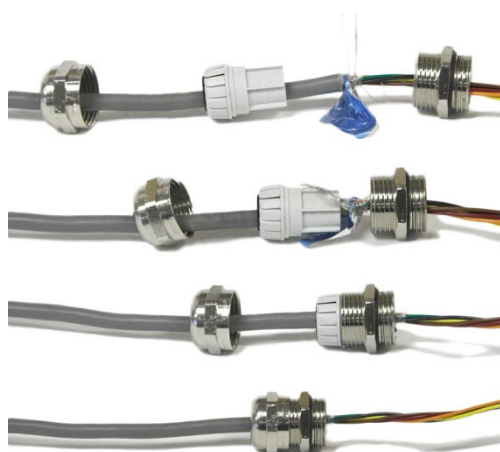

Figura 2-2: Terminação de Blindagem no Prensa-Cabos
3. Todos os cabos que incluem blindagem devem ter a blindagem terminada no prensa-cabo conforme mostrado na Figura 2-2. Distribua os fios blindados e se certifique de que haja fio com blindagem suficiente para estabelecer um bom contato com a parte de metal do cabo-prensa.